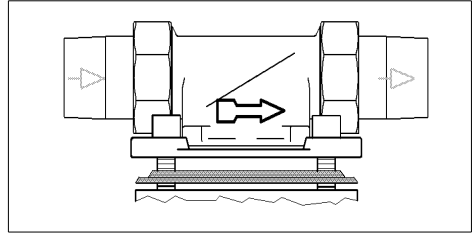

Fig. 1: Bride rotative de montage
- sens d'écoulement (cf. fig. 1)
Il faut que la bride de montage rotative soit installée dans le sens d'écoulement. Celui-ci est indiqué par une flèche moulée dans le matériau (cf. fig. 1).